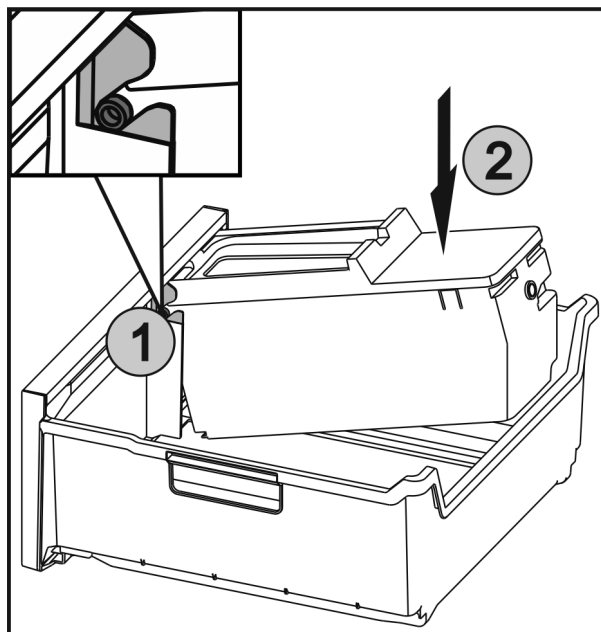

Fig. 73
- ▶ Osie Fig. 73 (1) na EasyTwist-Ice wsunąć w prowadnicę, a tylną stronę wcisnąć, Fig. 73 (2) aż nakładka się zazębi.